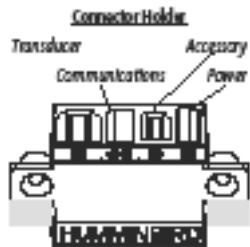

Рис. 9
1) Вставьте вилки сетевого кабеля и кабеля датчика в держатель коннекторов. Кабельные вилки промаркированы, соответственно им промаркированы отсеки держателя коннекторов (рисунок 9). Для предотвращения неправильного подсоединения отсеки имеют направляющие. Вставка должна быть легкой, не прилагайте большого усилия.